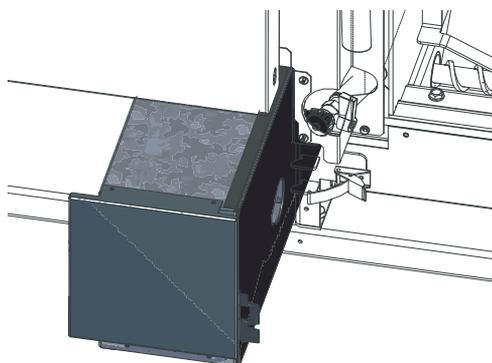

Fig. 47 Pousser le bac à cendres légèrement vers la gauche et le retirer
- ▶ Pousser le bac à cendres légèrement vers la gauche et le retirer – Fig. 47.